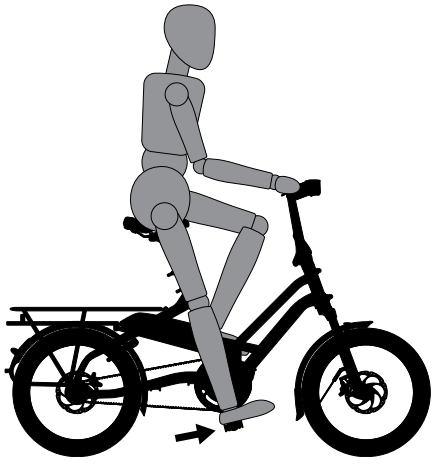

fig. 8
1. **Ajustement de Bas en Haut :** Pour vérifier la bonne hauteur de selle (fig. 8) :